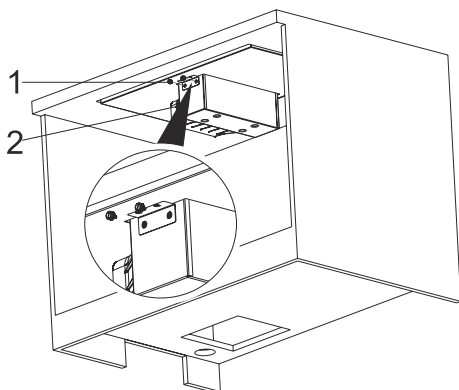

Fig. 12
5. ➔ Fäst nu behållaren med de medföljande fingerskruvarna (Fig. 12).